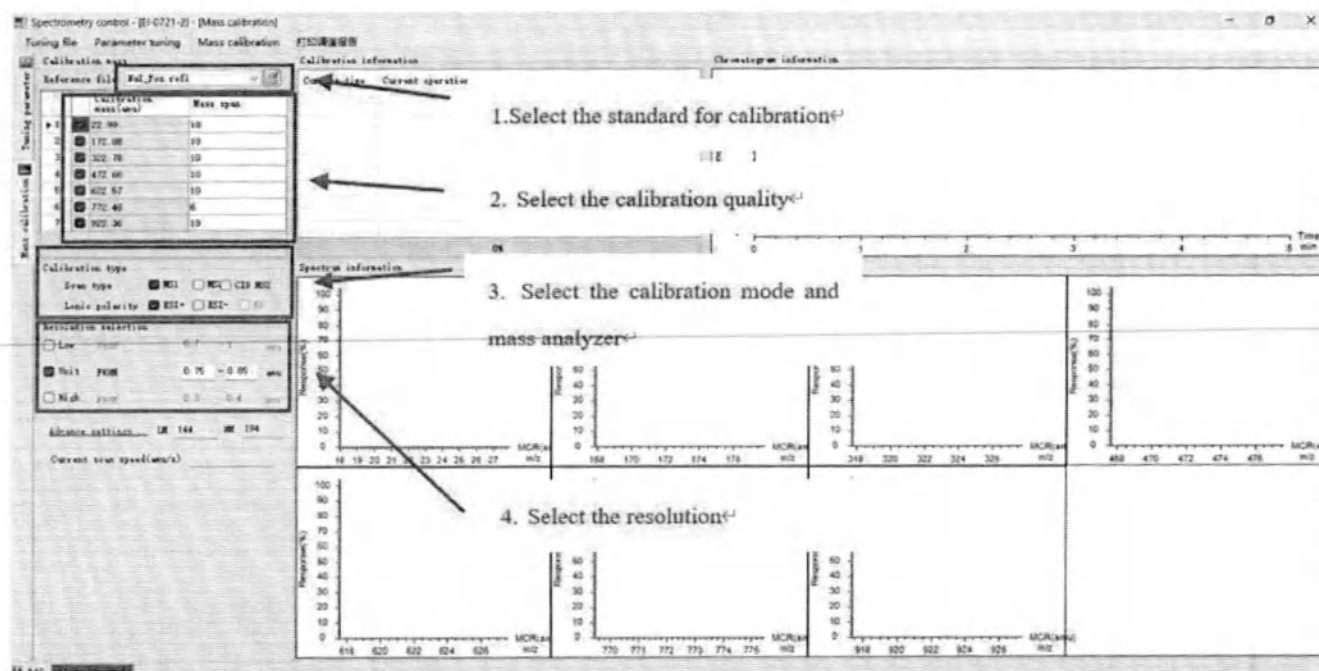

Рисунок 6.28. Интерфейс калибровки масс.
- 4) Войдите в интерфейс калибровки масс и выберите соответствующий референсный файл масс в соответствии с полярностью положительных и отрицательных ионов. По умолчанию референсный файл масс для режима положительных ионов – NaI_Pos, для режима отрицательных ионов – NaI_Neg (рисунок 6.28.).